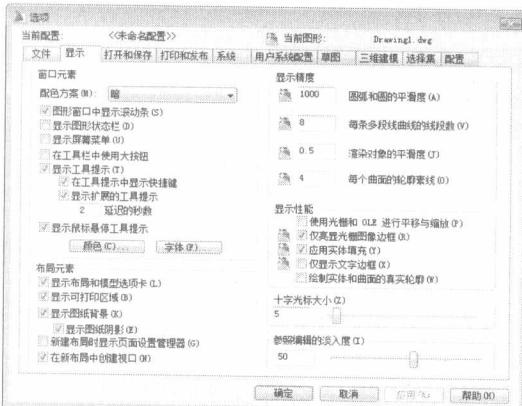
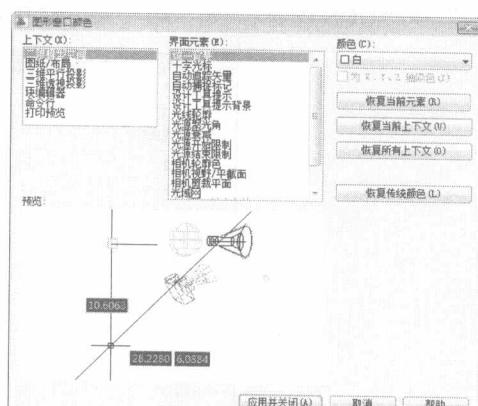

图 1-2 “选项”对话框中的“显示”选项卡
图 1-3 “图形窗口颜色”对话框
在绘图窗口中选择“工具”→“选项”菜单命令，屏幕中将弹出“选项”对话框。单击“显示”选项卡，在“十字光标大小”区域中的编辑框中直接输入数值，或者拖动编辑框后的滑块，即可对十字光标的大小进行调整，如图 1-2 所示。
- Step 01** 选择“工具”→“选项”菜单命令，打开“选项”对话框，单击“显示”选项卡，如图 1-2 所示，再单击“窗口元素”区域中的“颜色”按钮，将打开如图 1-3 所示的“图形窗口颜色”对话框。